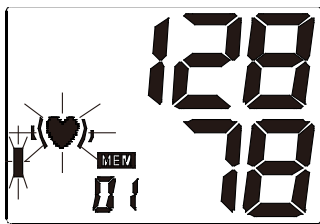
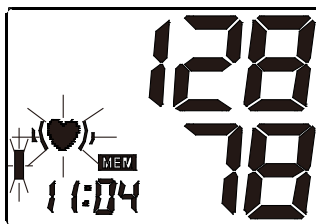
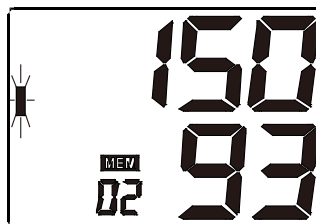

Figura 7-6
Figura 7-7
Figura 7-9
- d. Mentre il valore medio è visualizzato, premere il pulsante "MEM" per visualizzare il risultato più recente. Vedere figura 7-6. Successivamente, il display visualizzerà la pressione sanguigna e la frequenza cardiaca separatamente. Se è rilevato un battito irregolare, il display inizierà a lampeggiare. Vedere figura 7-7 & 7-8. Premere nuovamente il pulsante "MEM" per rivedere il risultato successivo. Vedere figura 7-9. In questo modo, premendo ripetutamente il pulsante "MEM" si ottiene la visualizzazione dei rispettivi valori misurati precedentemente.